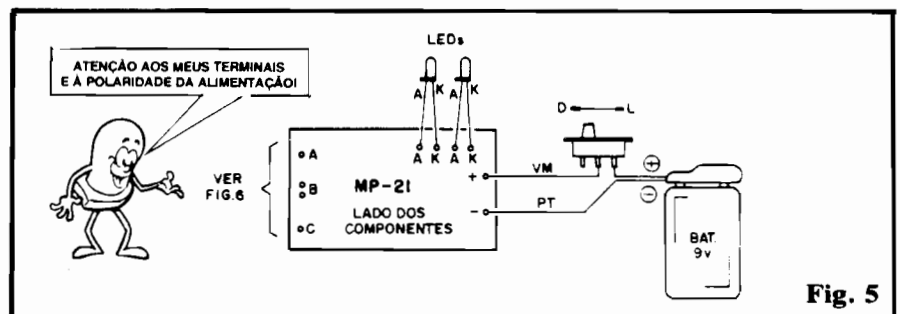
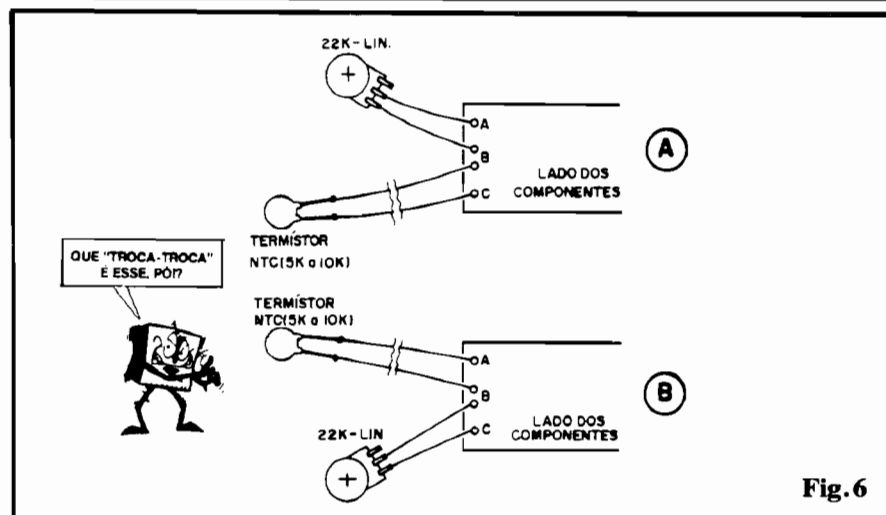

Fig. 5
Fig. 6
- FIG. 5 - As tais conexões externas são poucas e simples (e a continuação do assunto está na fig. 6...). Há que se observar as ligações dos LEDs, uma vez que a inversão de seus terminais redundará no não acendimento dos ditos cujos... Outro ponto que merece atenção é o relativo à polaridade da alimentação, notando-se o fio **vermelho** proveniente do "clip"/bateria corresponde à conexão do **positivo**, enquanto que o fio **preto** refere-se ao **negativo**. Finalmente, observar a intercalação do interruptor geral no fio do **positivo** da alimentação. Quanto aos LEDs, lembrar que, se necessário ou desejado, nada impede que sejam ligados à placa via pares de fios finos, no comprimento conveniente... Os pontos A-B-C (a ilha B é "dupla"... ) destinam-se às ligações do sensor
- FIG. 6-A - Opção de ligação do sensor/potenciômetro, para atuação no sentido "quente liga" (alarme dos LEDs manifestando-se quando o ponto ajustado de temperatura é ultrapassado pela "subida" da temperatura...). Note que o potenciômetro deve ficar próximo à placa, e é visto pela traseira, na figura... Já o sensor (TERMÍSTOR) pode situar-se remotamente (até um ou dois metros da placa...), ligado ao Circuito Impresso via par de fios finos (cabinho paralelo).
- FIG. 6-B - Opção de atuação inversa ("frio liga", ou alarme manifestando-se quando o ponto ajustado de temperatura é ultrapassado na "descida"...). Observem que simplesmente potenciômetro e NTC "trocam de lugar" (com relação ao diagrama 6-A...). Valem as mesmas recomendações já feitas para o caso anterior...
A calibração para um alarme tipo "frio liga" é basicamente idêntica (obviamente que o arranjo elétrico do potenciômetro/sensor deve estar "nos conformes", de acordo com a fig. 6 e instruções anexas...). Inicialmente (mantendo um termômetro de boa qualidade como referência...) coloca-se o ambiente/fluido/objeto na desejada temperatura/limite. Em seguida, ajusta-se o potenciômetro da MP-21 para que os LEDs **não pisquem**... Na sequência, muito lentamente, retorna-se o ajuste, parando-o **EXATAMENTE** no ponto em que os LEDs **começam** a se manifestar.
**disparo**" sob a condição ambiente (no "limiar" do acionamento...), e com o arranjo "quente-liga" (conforme fig. 6-A), basta "pegar" no **TERMÍSTOR** (simplesmente segurando o componente/sensor com dois dedos...) para que, em poucos instantes (devido ao incremento de um ou dois graus na Temperatura...) os LEDs comecem a indicar a "situação limite"!